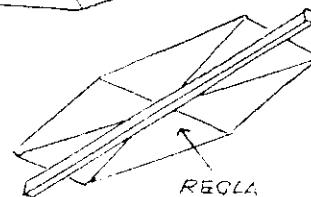

Fig. 1
- Las varillas pueden ser hechas de madera o mejor aún de cañas. (Fig. 1.)
La idea surgió con los discos, yo insertaba los timones, es cierto, pero se descolaban de su posición recta ya que eran barriletes desarmables... entonces tomé un disco enterizo (no un aro) y le hice dos aberturas Fig. 1 e inserté los timones, lo hice volar y dije ¡El huevo de Cejón!